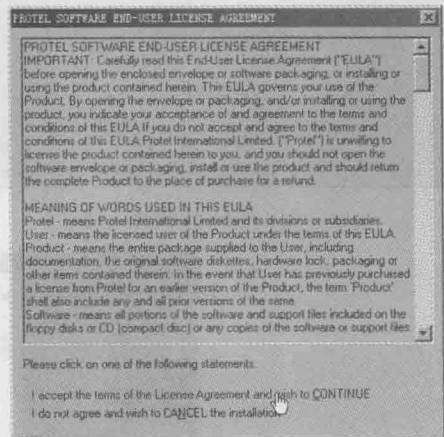

图 1-10 确认安装 Service Pack 6
9) 如果安装的 Protel 99 SE 不是最新版本, 则最好安装升级包, 这样能够保证程序拥有最好的性能, 方便后面的学习和使用。目前 Protel 99 SE 最新的升级包是 Service Pack 6, 双击其安装文件, 出现如图 1-10 所示的确认窗口。